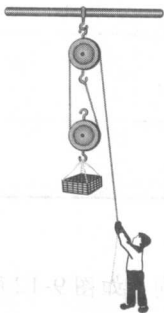

图 9-16
1. 如图9-16所示，动滑轮重 40 N ，工人用至少多大的力才能把重 500 N 的货物匀速拉起？